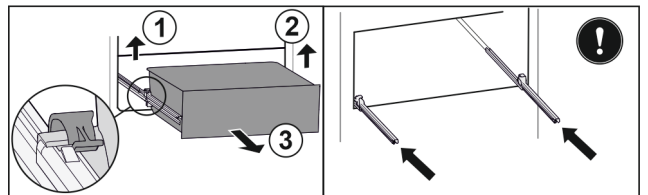

Fig. 129
- Sollevare il morsetto sinistro e allo stesso tempo tirare in avanti il cassetto sinistro. Fig. 129 (1)
- Sollevare il morsetto destro e allo stesso tempo tirare in avanti il cassetto destro. Fig. 129 (2)
- Rimuovere il cassetto tirandolo in avanti. Fig. 129 (3)